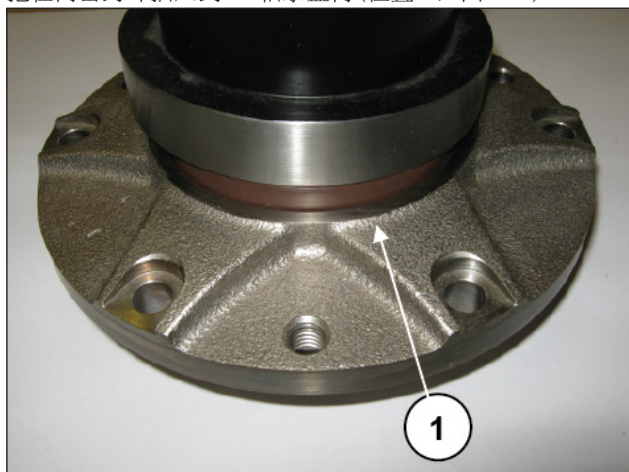

图 117
把径向密封环插入到PT0轴承盖内 (位置①, 图 117)。